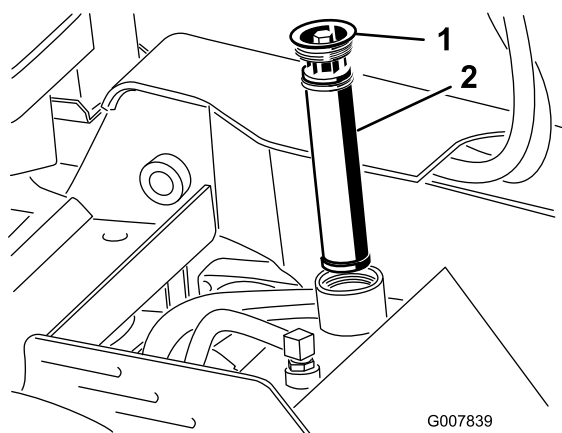

Figura 9
- B. Rimuovete il tappo di riempimento/filtro idraulico dal collo del bocchettone del serbatoio idraulico (Figura 9).
- D. Inserite il tappo e il filtro sul collo del bocchettone (Figura 9) e serrate il bullone nella parte superiore del tappo a 13–15,5 N m.